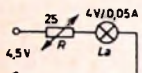

Bild 65. Steuerung der Helligkeit einer Glühlampe durch Heißleiter
- 143** Recht anschaulich ist auch der Versuch nach Bild 65. Hier ist an Stelle des Meßinstruments ein Lämpchen  $L_a$  eingeschaltet. Erhitzen wir den Heißleiter  $R$  von außen nach dem Einschalten der Spannung, so leuchtet das Lämpchen, weil sich der Widerstand verkleinert. Das über die Abkühlung bei Bild 64 Gesagte gilt natürlich auch hier. Grundsätzlich wäre es auch möglich, die Erkenntnisse des Versuchs 141 auf die Schaltung nach Bild 65 zu übertragen. Dieser Versuch lieferte eine optische Selbst-
halteeinrichtung, da das Lämpchen den Photowiderstand beleuchtete und dessen Widerstand klein genug hielt. An Stelle des Lämpchens im Bild 65 könnte man nun einen Widerstand verwenden, der den Heißleiter umgibt. Eine Initial-Wärmezufuhr sorgt dann dafür, daß der Strom ausreichend hoch und der Widerstandsdraht heiß genug wird. Er führt nun dem Heißleiter dauernd Wärmeenergie zu und hält bei richtiger Bemessung ein Gleichgewicht aufrecht, so daß sich ein Strommaximum bei konstanter Temperatur ergibt. Ein Anblasen mit dem Ventilator kann die Erscheinung wieder rückgängig machen. Übrigens ist natürlich auch bei entsprechender Bemessung ein thermisches Aufschaukeln denkbar, dann nämlich, wenn die dem Heißleiter zugeführte Wärmeenergie größer ist als die von diesem abgestrahlte. Dann fließt immer mehr Strom durch den Stromkreis, bis schließlich der Heißleiter oder die Heizwicklung durchbrennt und dadurch der Vorgang beendet wird. Dieser Versuch bildet ein Analogon zum thermischen Aufschaukeln eines Transistors. Wichtig ist übrigens, daß die jeweils zugelassenen Höchst-Verlustleistungen bei den elektronischen Bauteilen eingehalten werden. Sie erfahren sonst unter Umständen dauernde Veränderungen ihrer Eigenschaften und sind dann unbrauchbar.